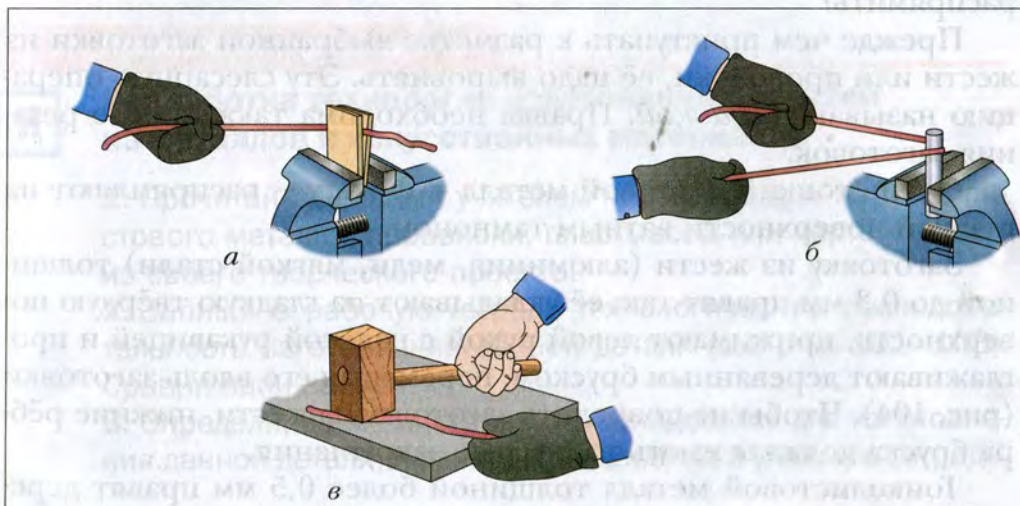

Рис. 106. Правка проволоки: а – в тисках протягиванием между
Правку мягкой (например, медной) тонкой проволоки можно выполнять, протягивая её между двумя деревянными брусками, зажатými в тисках (рис. 106, а) или перемещая её вокруг цилиндрической стальной оправки (рис. 106, б).
Толстую алюминиевую или медную проволоку правят киянкой (рис. 106, в), а стальную — молотком.
3. Почему для правки проволоки (рис. 106, *a*) берут деревянные бруски небольшой толщины?